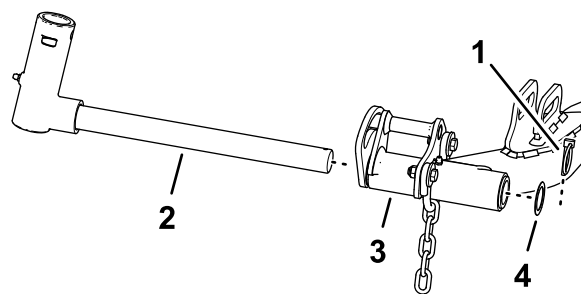

Figura 25
1. Retire el pasador de seguridad y la arandela que fijan el brazo giratorio al brazo de elevación, y retire el brazo giratorio del brazo de elevación (Figura 25).